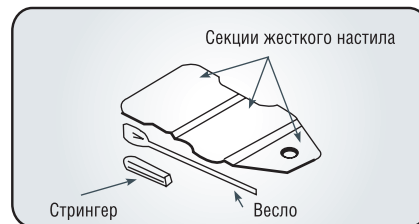

рис. 4
- Установите стрингер. Повторите процедуру с другой стороны лодки (рис. 4).